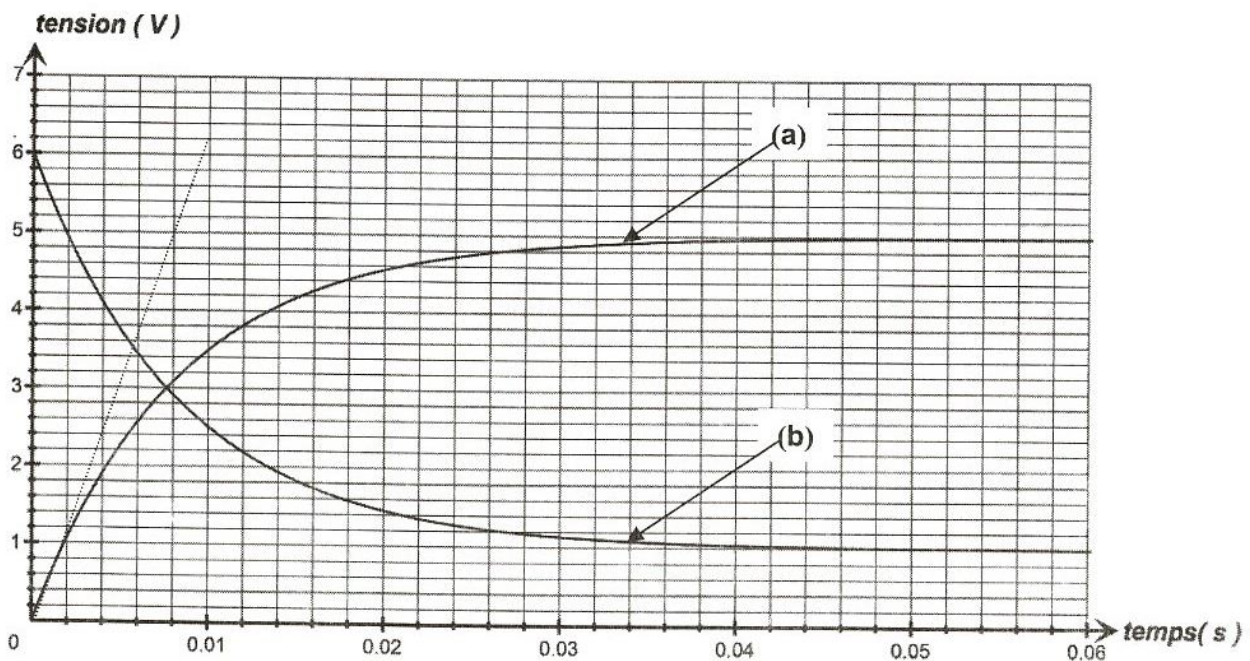

Figure 3
**B-** A l'aide d'un oscilloscope à mémoire, convenablement réglé, on visualise simultanément l'évolution des tensions  $u_R(t)$  et  $u_B(t)$ . On obtient les courbes (a) et (b) de la figure 3.
2- Par exploitation des courbes (a) et (b) de la figure 3, déterminer: